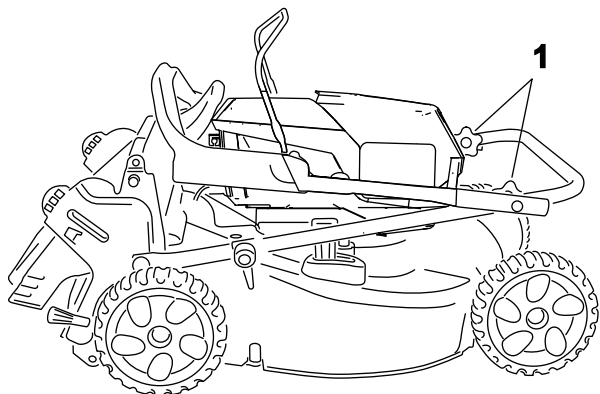

Figura 21
3. Ruotate l'intera stegola in avanti (Figura 21).